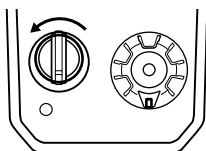

Figure 8
2. Tournez la clé à la position d'arrêt (« STOP ») et retirez la clé (Figure 8).